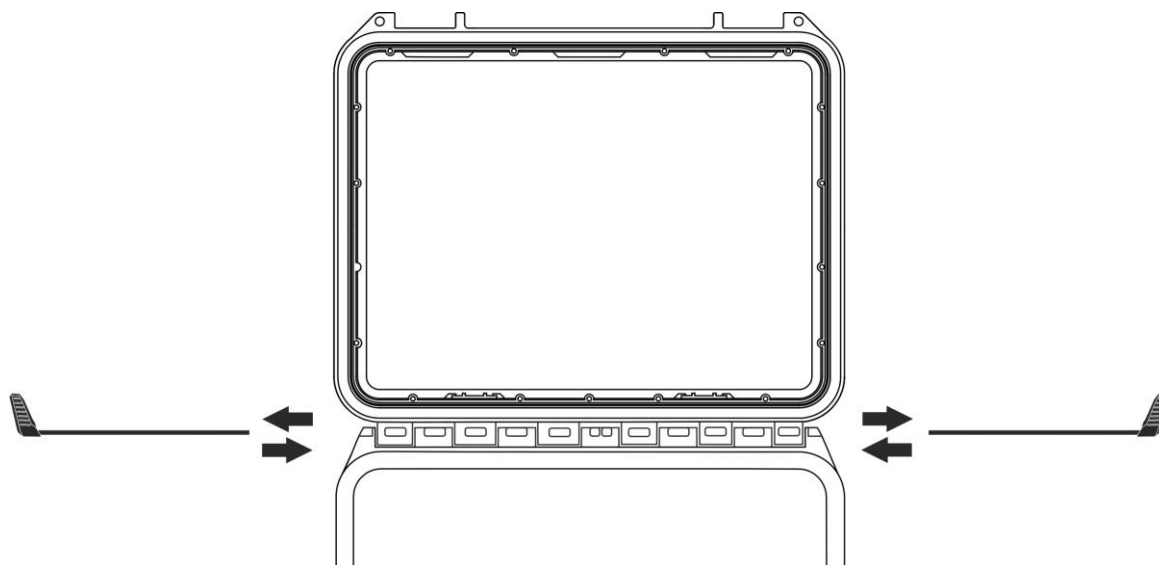

Fig. 6: Retrait du couvercle de la mallette de l'instrument – Étape 2
2. Retirer les deux goupilles de serrage en les tirant vers l'extérieur comme indiqué dans la suivante Fig. 6